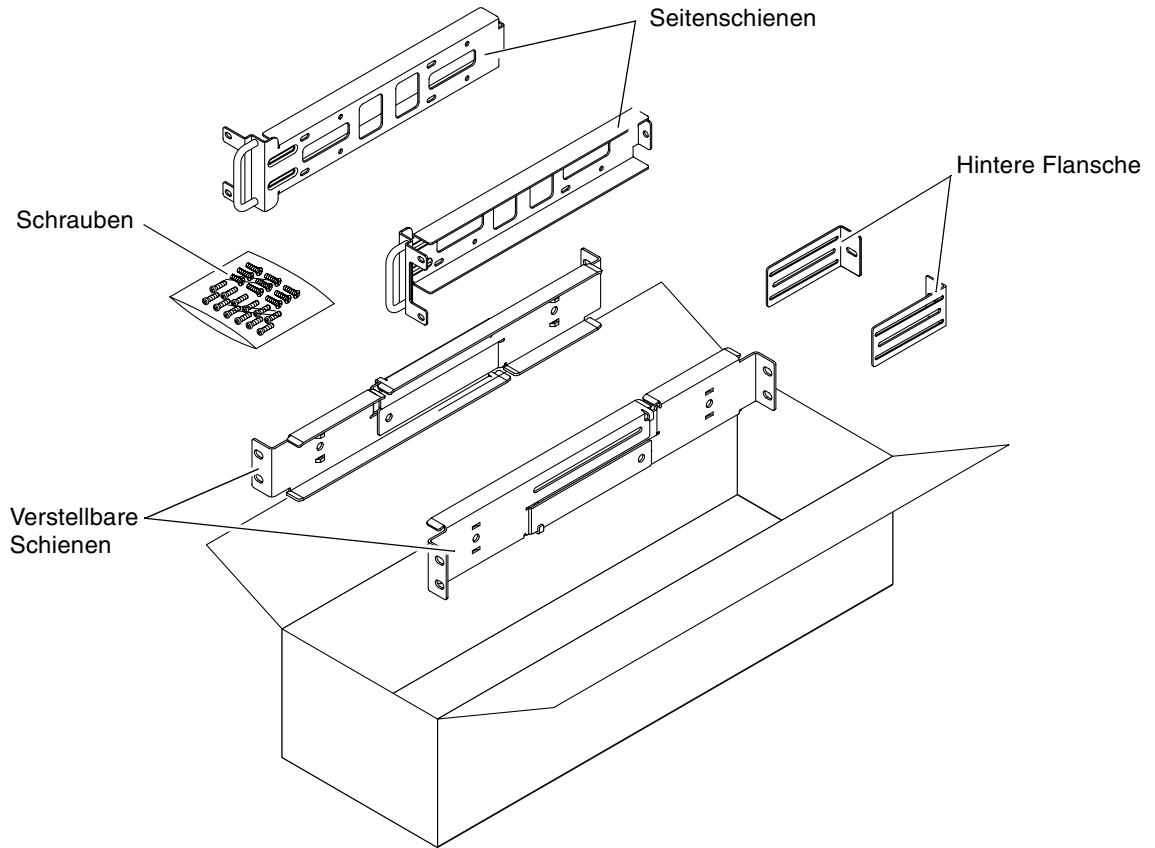

ABBILDUNG 3-14 Inhalt des Montagesatzes für den Festeinbau in ein 600-mm-Rack mit vier Stützen
1. Nehmen Sie die verstellbaren Schienen aus dem Montagesatz (ABBILDUNG 3-14).
- 7. Nehmen Sie die hinteren Flansche aus dem Montagesatz (ABBILDUNG 3-14).**
9. Nehmen Sie die Seitenschienen aus dem Montagesatz (ABBILDUNG 3-14).